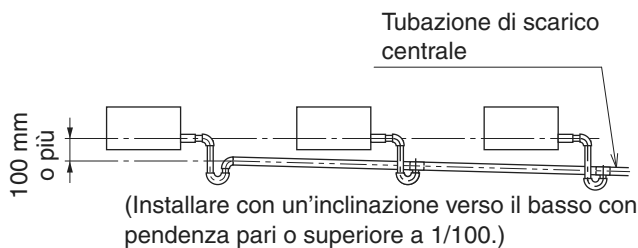

Fig. 7-2
**(Fare riferimento alla Fig. 7-2)**